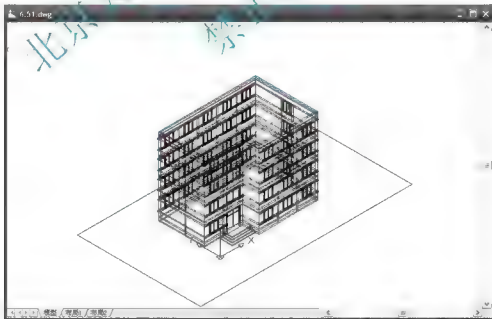

图 6.51 建立地平面对模型
(3) 由于矩形属于多段线，只有轮廓信息而没有内部信息，所以需要将该矩形变成面域。在命令行输入“Reg”后按 Enter 键，启动【面域】命令，在选择对象：提示下，选择矩形后按 Enter 键结束命令。
(4) 选择菜单栏中的【视图】|【三维视图】|【西南等轴测】命令，将视图调整至轴测图状态，结果如图 6.51 所示。